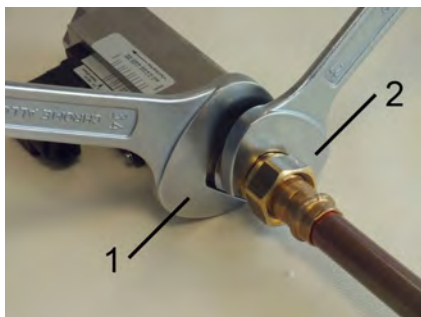

Abb. 12: Gerät einschrauben
2. ➤ Mit passendem Maulschlüssel (Abb. 12/2) die Übergangverschraubung der Rohrleitung eindrehen. Dabei die Geräteverschraubung mit einem passenden Maulschlüssel (Abb. 12/1) gegenhalten